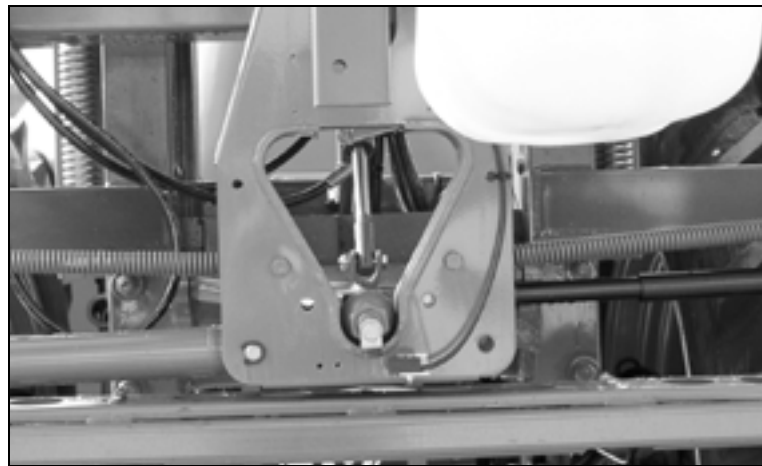

Fig. 57
- Lås alltid svängningsdämpningen i transportläge (Fig. 57, spärrad sprutramp) vid: